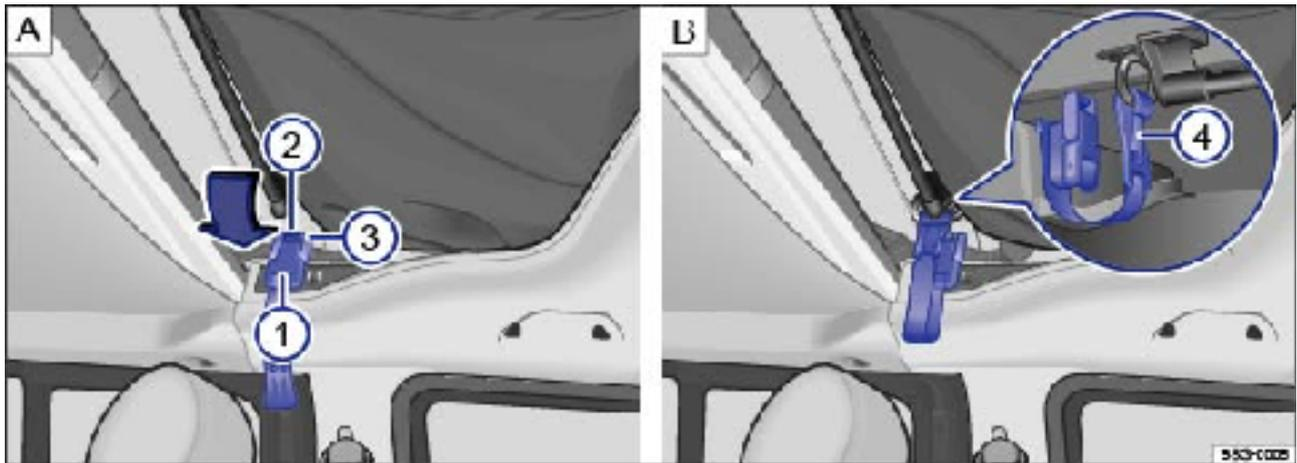

Fig. 4 Verrouillage du toit relevable
- Soulevez de chaque côté les verrouillages de la coque de pavillon et accrochez la traverse ⇒ Fig. 4③ aux crochets d'arrêt ②.
- Poussez de chaque côté les verrouillages ① vers le bas jusqu'à ce qu'ils s'encliquettent de manière audible.
- Accrochez de chaque côté le crochet ④ de la bande de retenue à l'œillet de fixation.